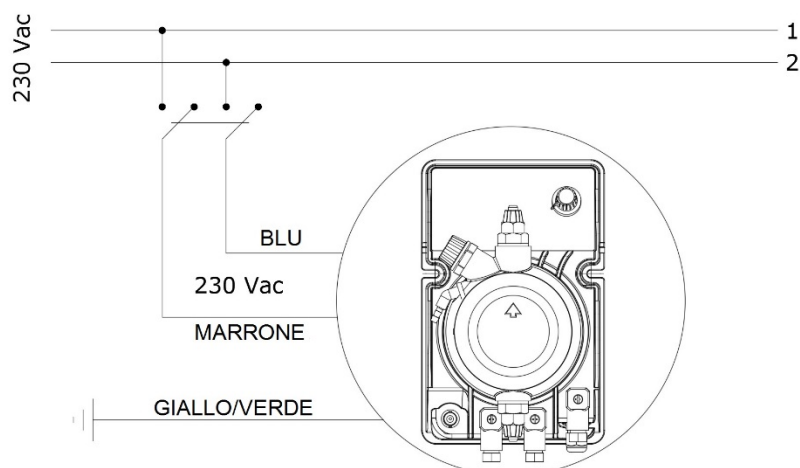

Fig. 4
- Assicurarsi che la stessa sia disattivata elettricamente (entrambe le polarità) staccando i conduttori dai punti di contatto della rete attraverso l'apertura dell'interruttore onnipolare con distanza minima tra i contatti di mm 3 (Fig. 4).
B) Rispettare le norme in vigore nei diversi paesi per quanto riguarda l'installazione elettrica (Fig. 4).